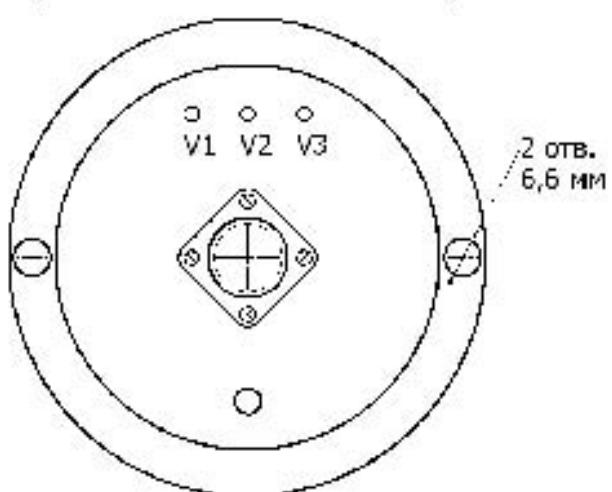

Рис. 3
- (см. рис. 3). Назначение светодиодов приведено в таблице 4.